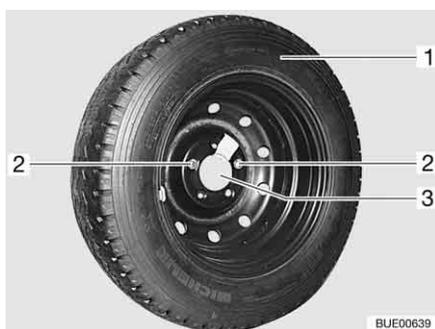

Fig. 227 Supporto per la ruota di scorta nel garage di coda
- Svitare e rimuovere entrambe le viti di fissaggio (Fig. 227,2) con la dotazione attrezzi.
- Rimuovere la ruota di scorta (Fig. 227,1) dal supporto (Fig. 227,3).